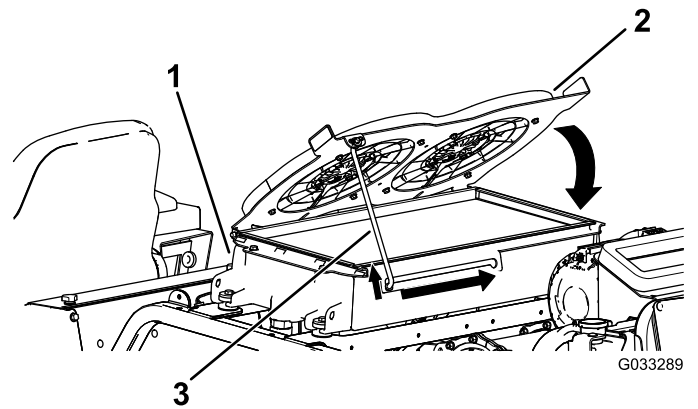

Bild 122
4. Drehen Sie die Hydraulikkühlventilatoren nach unten und arretieren Sie die Stützstange in der Kerbe (Bild 122).